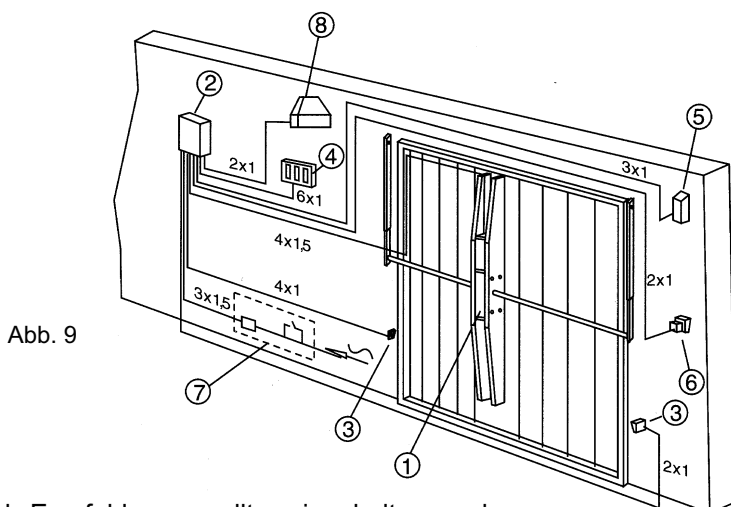

Abb. 9
In Abb. 9 wird das Schema der elektrischen Anlage und des SEA-Zubehörs für das automatisierte System Scuti aufgeführt.
- Für den Anschluss des Zubehörs, der Grundausstattung und der Verkabelung die entsprechenden Anweisungen sowie die in Abb. 9 aufgeführten Anweisungen befolgen.